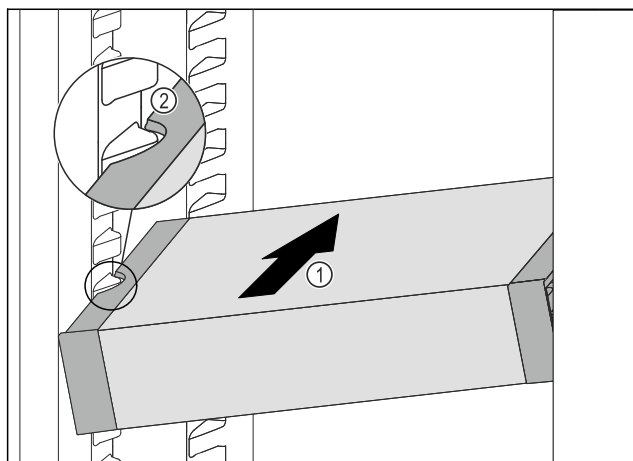

Fig. 106
- Вдвигайте VarioSafe под наклоном в холодильное отделение Fig. 106 (1), пока боковые выемки VarioSafe не окажутся на высоте выступа резервуара в холодильном отделении.